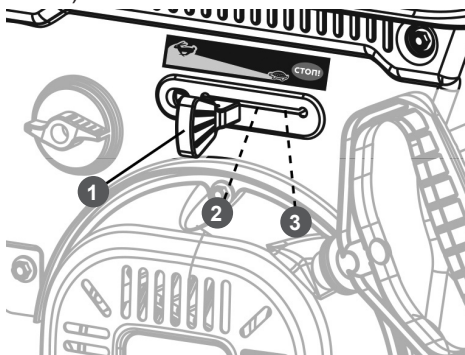

Рис. 31 Положения рычага газа
- Переведите рычаг газа сначала в крайнее левое положение, затем в крайнее правое, после чего установите рычаг в среднее положение (Рис. 31).
рычаг газа в положение 2 (Рис. 31).
(крайнее правое) (Рис. 31).